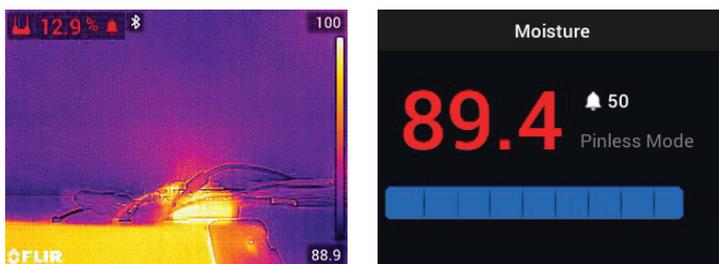

Abbildung 7.15 Beispiele für die Anzeige des Feuchtigkeitsalarms
5. Wenn der Messwert den Schwellenwert überschreitet, wird der Text für den Messwert rot angezeigt. Beachten Sie, dass im Modus Nur Feuchtigkeit die größeren Ziffern rot angezeigt werden, wenn die Alarmgrenze überschritten wird. Siehe **Abbildung 7-15** unten.